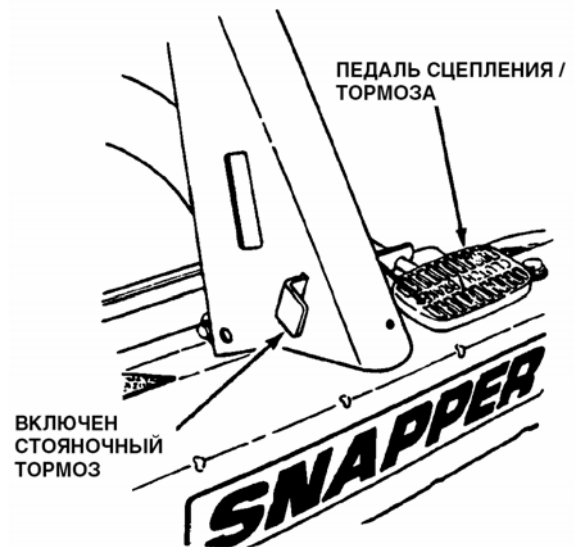

Рис. 2.14.
1. Остановить движение райдера можно, нажав педаль сцепления / тормоза до упора. См. рис. 2.14. Задвинув фиксатор при нажатой педали тормоза, Вы блокируете педаль сцепления / тормоза в нажатом состоянии и тем самым включаете стояночный тормоз. См. рис. 2.14.